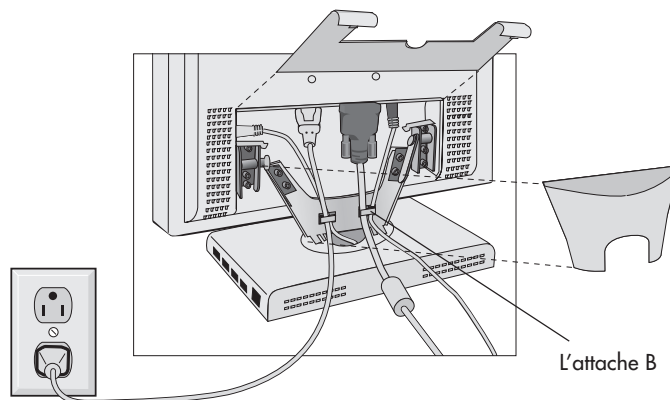

Figure D.1
**NOTA : Pour obtenir un adaptateur de câble Macintosh pour le MultiSync LCD1550M appelez NEC-Mitsubishi Electronics Display of America, Inc. au (800) 820-1230.**
4. Branchez le mini-connecteur D-SUB à 15 broches de câble vidéo aux connecteurs appropriés à l'arrière du moniteur. Branchez le câble vidéo sous l'attache B (Figure D.1).
7. Connectez une extrémité du câble d'alimentation sur l'adaptateur CA et l'autre extrémité sur la prise de secteur. Faites glisser le câble à signal vidéo et le câble d'alimentation électrique ca dans les fixations (Figure D.1). Remplace connecteur étui et étui câble.